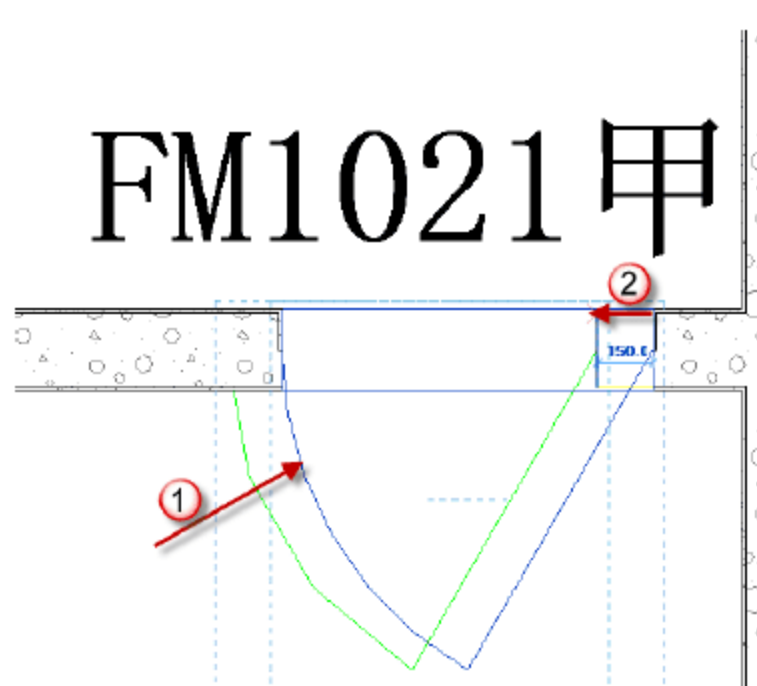

图 9.3.3 移动“FM1021 甲”
(3) 移动“FM1021 甲”族。先选择已经插入的门族，按快捷键 M+V，移动“FM1021 甲”，如图 9.3.3 所示。